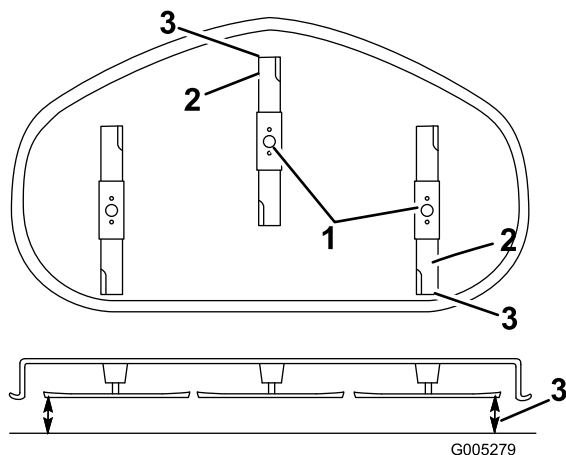

Figure 43
5. Réglez la hauteur de coupe à la position **D** (76 mm) et tournez les lames avec précaution dans le sens longitudinal (Figure 43).
- Mesurez la distance entre la pointe de la lame avant et la pointe de la lame arrière par rapport à la surface plane (Figure 43). Si la pointe avant de la lame n'est pas de 1,6 à 7,9 mm plus basse que la pointe arrière, réglez le contre-écrou avant.
réglage de l'écrou jusqu'à ce que la pointe avant de lame soit de 1,6 à 7,9 mm plus bas que la pointe arrière (Figure 43).